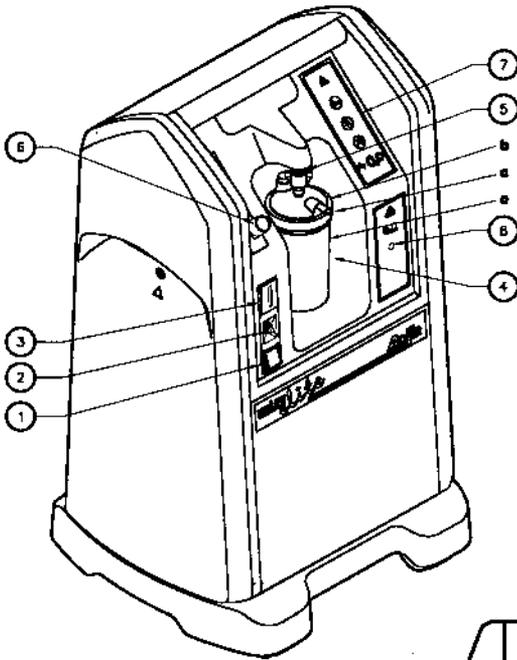

Fig. I.1
I. 1. Face dianteira (Fig. I. 1).....	2-PT
### **I. 1. Face dianteira (Fig. I. 1)**